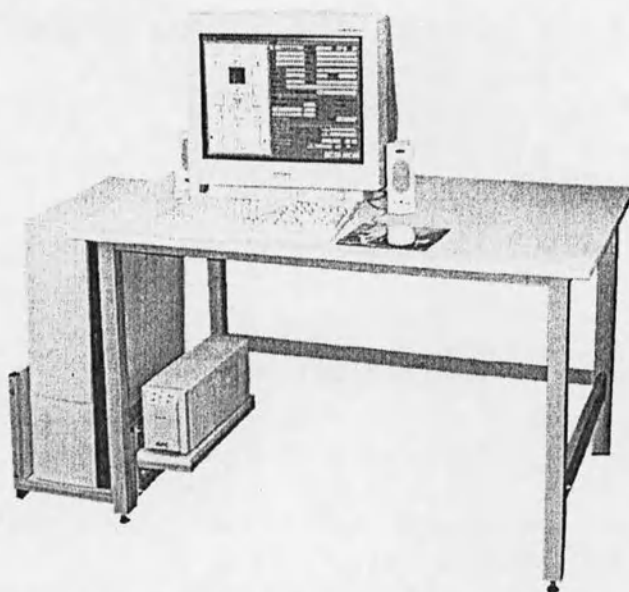

Рис. 1.9. Автоматизированное рабочее место.
- автоматизированное рабочее место лаборанта (АРМ-1) (рис.1.9), состоящее из: